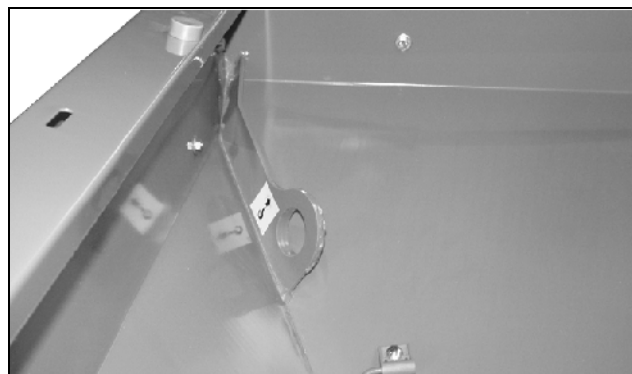

Fig. 7
- se vor utiliza cele 2 puncte de prindere din spatele rezervorului (Fig. 7) și